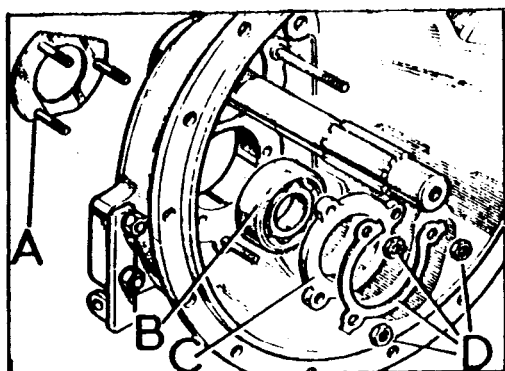

Fig. C-78 Cojinete del intermediario
- 1.1. Extraer la tapa, A (Fig. C-78) y la placa-retén, C, del cojinete, B, del eje intermediario y, a presión, separar el cojinete del cárter de embrague.
- 3.5. Instalar a presión el cojinete, B (Fig. C-78), del eje intermediario en el -cárter de embrague, y fijarlo por medio de sus elementos.